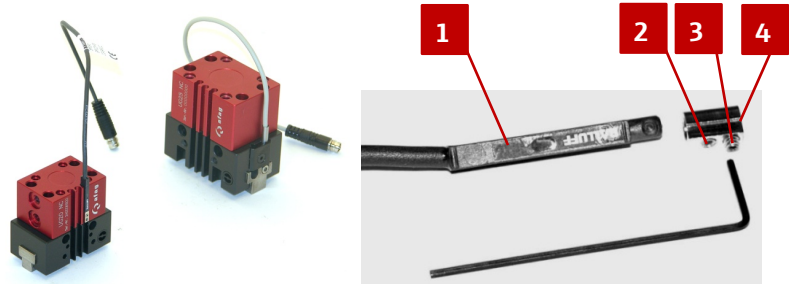

Abb. 8 Einbau der induktiven Sensoren
1. Näherungsschalter (Abb. 8, 1) mit montiertem Klemmstück in C-Nuten einsetzen.
2. Näherungsschalter in der C-Nut mit den Befestigungsschrauben im Klemmstück (Abb. 8, 4) befestigen.